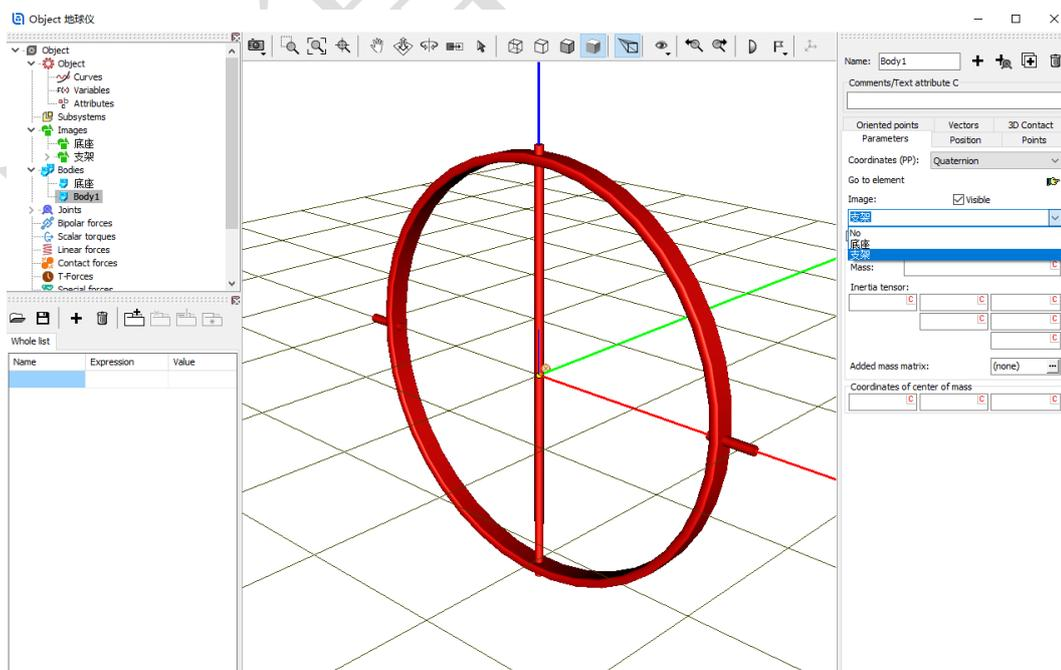

图 2-19
- 4) 这样，我们就创建了第二个刚体，系统自动命名为 **Body1**，在交互界面 **Parameters** 页面 **Image** 处的下拉菜单中选择 **支架**，并保持 **Visible** 选项为勾选状态，如图 2-19。